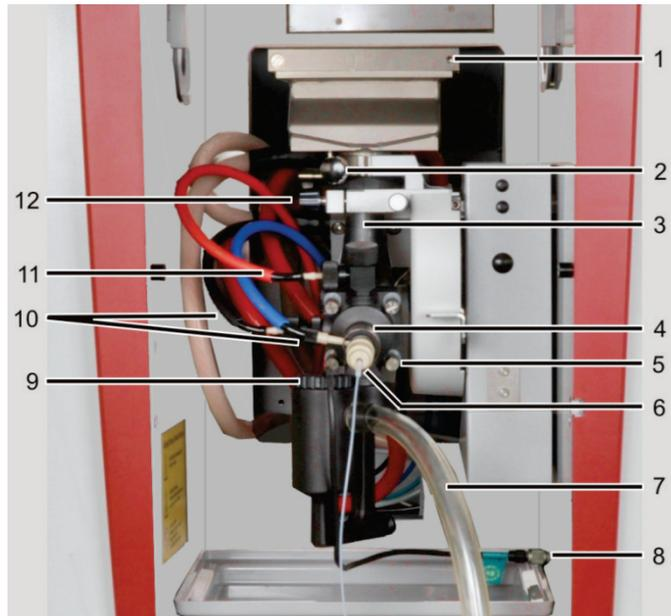
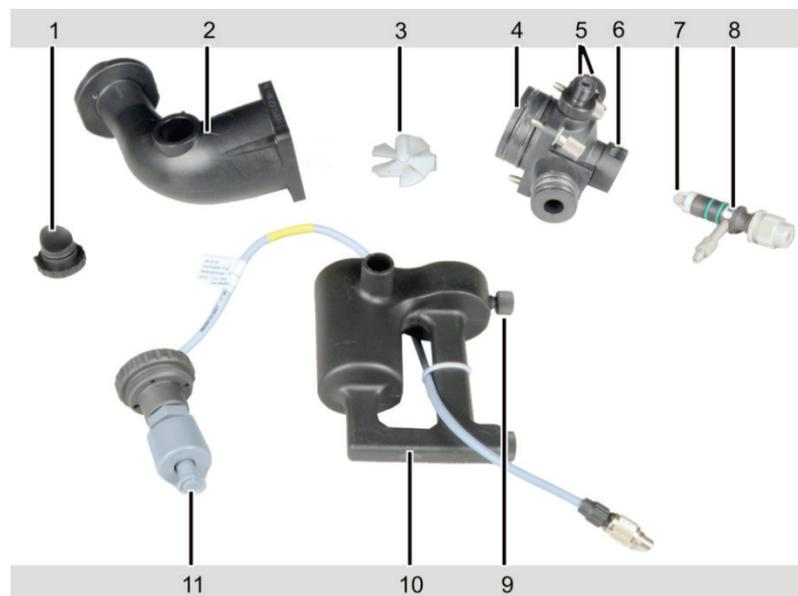
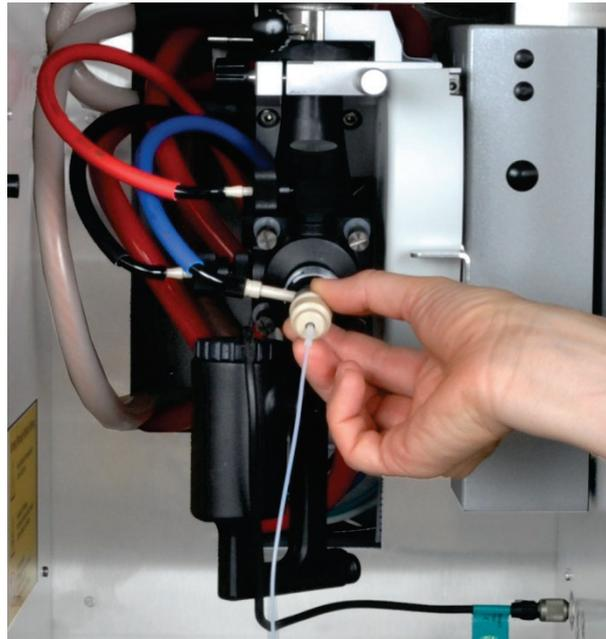

Bild 60 Brenner-Zerstäuber-System ausbauen und zerlegen
Bild 61 Mischkammer und Zerstäuber zur Reinigung zerlegt
Bild 62 Zerstäuber aus der Mischkammer herausziehen
1. Arretierungsschraube (2 in Bild 60 S.99) am Brenner lösen und Brenner vom Brennerhals abnehmen.
2. Schlauchverschraubungen am Mischkammerkopf und Zerstäuber (10, 11 in Bild 60) abschrauben und Probenansaugschlauch vom Zerstäuber abziehen.
3. Arretierungsring des Zerstäubers (4 in Bild 60) drehen, so dass sich die Verriegelung öffnet. Zerstäuber aus Mischkammerkopf herausziehen, dabei den Zerstäuber in der Nut anfassen (Bild 62).
4. Kabel des Siphon-Sensors vom Anschluss in der Probenraumwand (8 in Bild 60) abschrauben und abziehen.
5. Ablaufschlauch vom Ablaufstutzen des Siphons (7 in Bild 60) entfernen.
7. Einsatz des Siphon-Sensors abschrauben, Sensor aus Siphon ziehen (11 in Bild 61).
8. Das System festhalten, Rändelschraube am Haltebügel des Mischkammerrohrs (12 in Bild 60) aufschrauben, Haltebügel nach hinten schwenken und System herausnehmen.
9. Sicherheitsstopfen (1 in Bild 61) aus der Mischkammer ziehen.
10. Die vier Verschraubungen der Mischkammer (5 in Bild 60) lösen und Mischkammer in Kammerkopf und Kammerrohr zerlegen.
11. Mischflügel (3 in Bild 61) aus dem Kammerrohr entnehmen.
12. Gasanschlüsse für Brenngas und Zusatzoxidans (5 in Bild 61) vom Mischkammerkopf abschrauben.
2. Prallkugel (7 in Bild 61 S.99) leicht drehen und vom Zerstäuber ziehen. Sollte die Prallkugel festsitzen, den Zerstäuber noch einmal für mehrere Minuten in das Ultraschallbad legen.
2. Mischflügel am Griff (3 in Bild 61 S.99) halten und in das Mischkammerrohr einsetzen. Durch leichten Druck arretieren.
3. Mischkammerteile (Kammerrohr und Kammerkopf) zusammenstecken, Seiten fluchtend ausrichten und verschrauben (2, 4 in Bild 61). Auf richtigen Sitz der Dichtringe achten.
4. Siphon-Sensor (11 in Bild 61) in den Siphon schrauben. Siphon an Kammerkopf stecken, sodass der Schwimmerbehälter schräg nach vorn zeigt (Position siehe Bild 60 S.99). Siphon mit Klemmschraube (9 in Bild 61) befestigen.
5. Sicherheitsstopfen (1 in Bild 61) an das Kammerrohr stecken.
6. Anschlüsse für Brenngas und Zusatzoxidans (5 in Bild 61) in den Mischkammerkopf mit Dichtringen einschrauben.
7. Zerstäuber (8 in Bild 61) in den Kammerkopf stecken und mit dem Arretiererring (6 in Bild 61) befestigen.
8. Mischkammer-Zerstäuber-System an der Höhenverstellung im Probenraum mit dem Haltebügel befestigen (12 in Bild 60). Die Markierung muss über der Kante der Haltevorrichtung liegen. Der Teller des Mischkammerrohres muss auf der Haltevorrichtung gleichmäßig aufliegen. Rändelschraube am Haltebügel fest anschrauben.
9. Kabel des Siphon-Sensors (8 in Bild 60) in den Anschluss an der Probenraumseitenwand stecken (auf Nase achten) und festschrauben.
10. Ablaufschlauch auf den Ablaufstutzen des Siphons (7 in Bild 60) stecken. Ablaufschlauch mit stetigem Gefälle in Abfallflasche führen.
12. Brenner auf das Mischkammerrohr aufsetzen und gegen Anschlag 0° drehen. Mit Arretierungsschraube befestigen (2 in Bild 60).